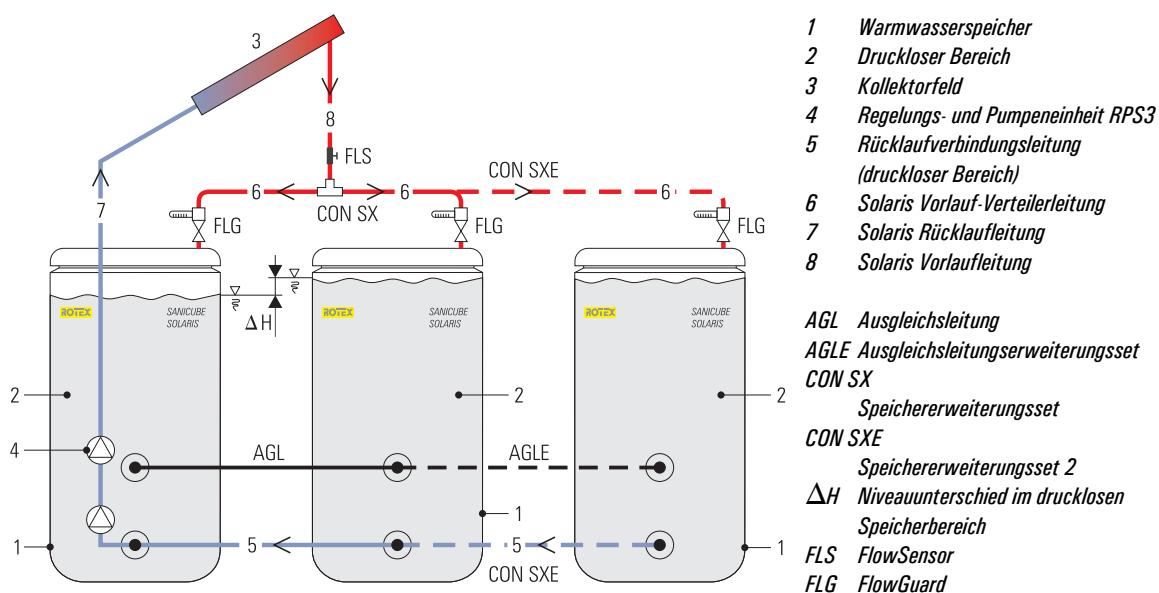

Bild 3-38 Funktionsprinzip der Speicherverbindung
Mit dem Solaris Speichererweiterungsset CON SX (🛒 16 01 07) können je Regelungs- und Pumpeneinheit RPS3, 2 für Solaris-Anlagen verwendbare Warmwasserspeicher zusammengeschlossen werden (Bild 3-38). Es ist möglich, maximal 3 Warmwasserspeicher zu einer Speicherbatterie zusammenzuschließen (Solaris Speichererweiterungsset 2 für einen 3. Warmwasserspeicher - CON SXE (🛒 16 01 11)).
Der optional angebotene ROTEX FlowGuard FLG (🛒 16 41 02) gewährleistet eine gleichmäßige Befüllung der zusammengeschlossenen Warmwasserspeicher. Pro Speicher ist jeweils ein FlowGuard einzubauen. Der FlowSensor wird in den gemeinsamen Vorlauf eingebaut (Bild 3-38).
- Der Solar-Rücklauf wird über die Rücklaufverbindungsleitung (Bild 3-38, Pos. 5) aus der Solarzone der zusammengeschlossenen Warmwasserspeicher entnommen.
- Der gemeinsame Rücklauf wird über die Regelungs- und Pumpeneinheit RPS3 (Bild 3-38, Pos. 4) zum Kollektorfeld gepumpt.
- Das Wasser erwärmt sich im Kollektorfeld und wird als Solar-Vorlauf über die Vorlaufverteilerleitung (Bild 3-38, Pos. 6) in die Warmwasserspeicher eingeleitet.
Da die Durchflussmenge beim Ansaugen und Einleiten des im Solarsystem zirkulierenden Wassers trotz erfolgtem Abgleich über die FlowGuard Drosselventile (FLG) in den Warmwasserspeichern unterschiedlich sein kann (Bild 3-38, Niveauunterschied "ΔH"), ist es möglich, dass bei nicht vorhandener Ausgleichsleitung, einer der beiden Warmwasserspeicher "überläuft". Durch den Einbau der Ausgleichsleitung AGL (🛒 16 01 08) wird das übermäßige Ansteigen des Flüssigkeitsniveaus in einem der Warmwasser-speicher verhindert.